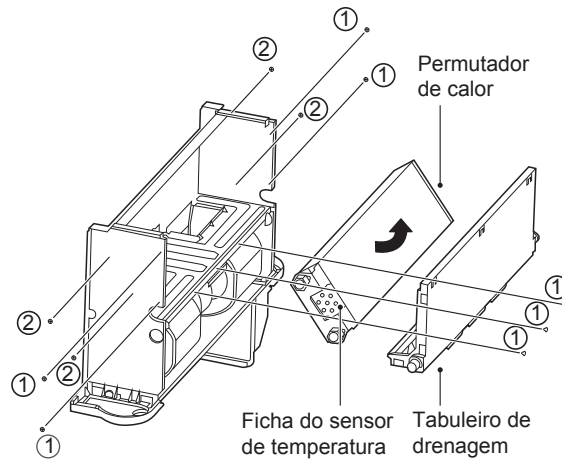

Figura 5-18
Como mostrado na Figura 5-18, remova os parafusos ① \*7 para retirar o tabuleiro de drenagem.
Rode o convector na direção mostrada na Figura 5-18.